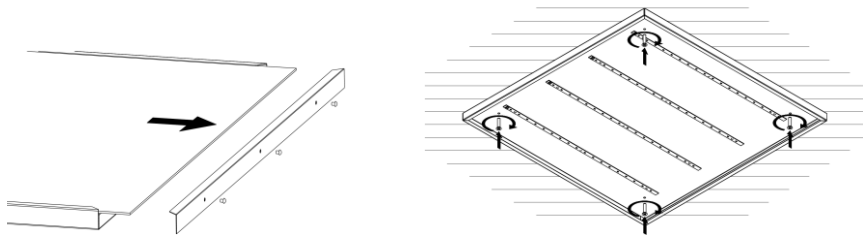

Рисунок 11 — Накладной монтаж светильника Geniled серии Office.
6.1. **Накладной монтаж.** Установка светильника Geniled на ровную поверхность накладным способом. См. Рисунок 11.